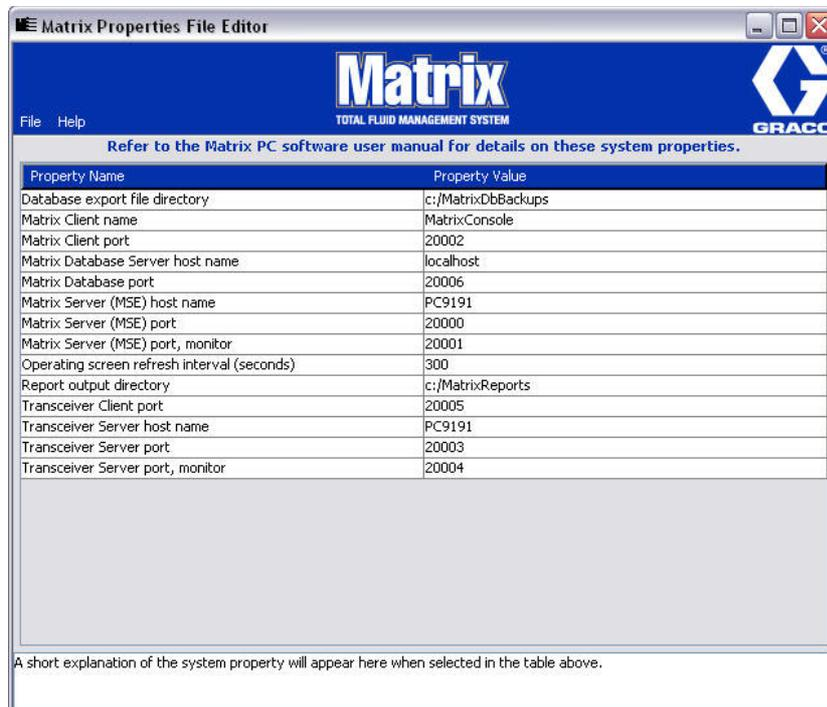

FIG. 23
2. L'editor appare come un elenco di due colonne delle proprietà del sistema, con i nomi delle proprietà sulla sinistra e i rispettivi valori modificabili sulla destra (FIG. 23). Quando si seleziona una proprietà facendo clic su di essa, il pannello inferiore della schermata mostra informazioni di base su quella proprietà.